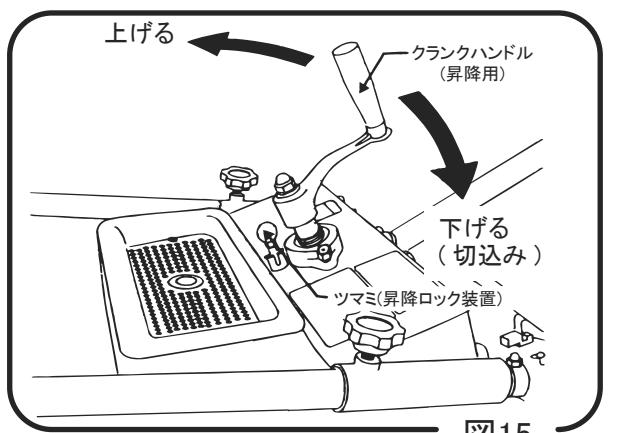

図15
- 4 本機を下降させてブレードで切削を始める時は、本機中央にあるクランクハンドルを右(時計)方向に回し、エンジン回転数が低下し過ぎない速度で切り上げて下さい。所定の切削深度に達しましたら、クランクハンドル下部のツマミで昇降をロックして下さい。(図15)